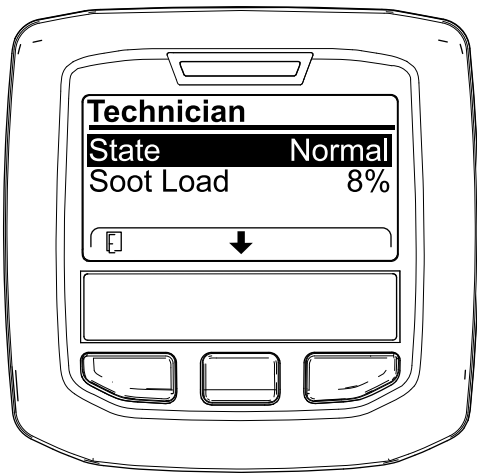

Figure 38
- Reportez-vous au tableau de fonctionnement du FAP pour comprendre l'état actuel de fonctionnement du FAP (Figure 38).